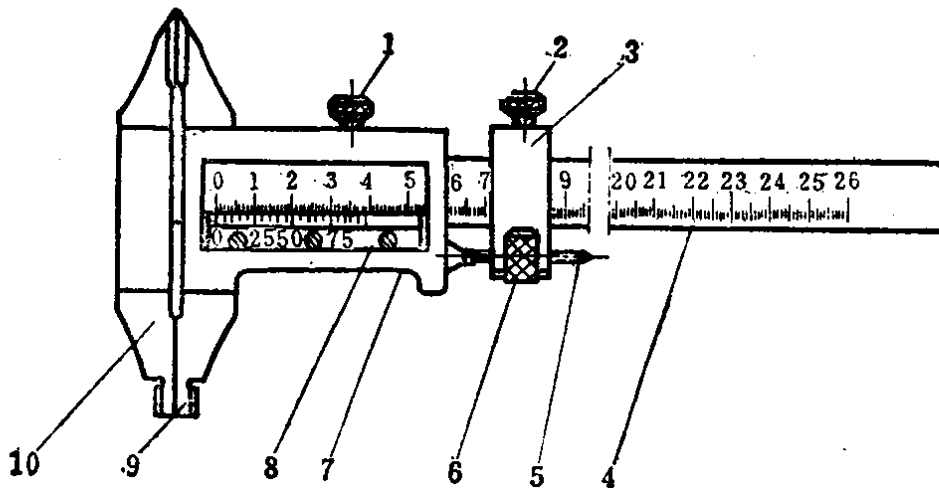

图1-6 两用游标卡尺
(1) 两用游标卡尺 两用游标卡尺的结构如图 1-6 所示。